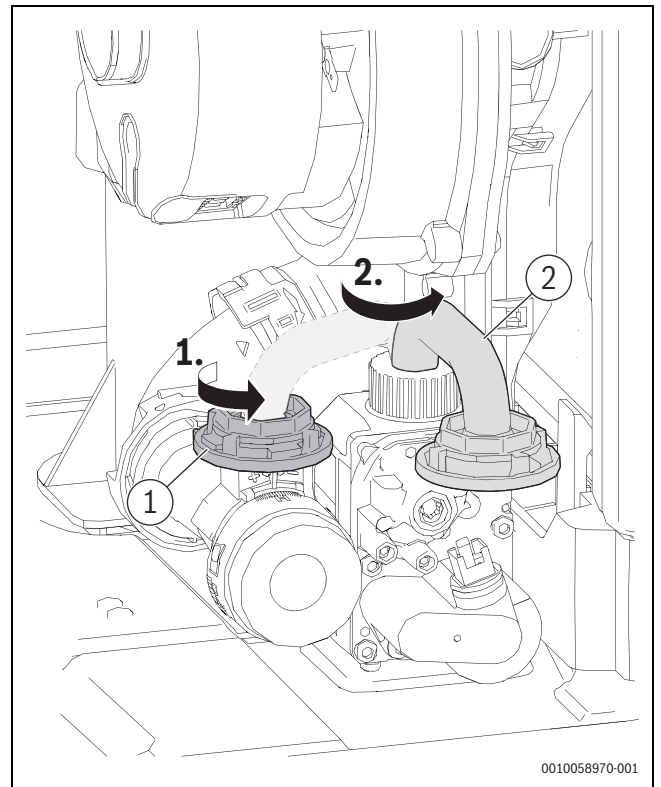

Bild 80 Verriegelung der Einstelldüse öffnen
- ▶ Um das kleine Gasrohr [2] wieder anzuschließen, Gasrohr nach links bewegen und Verriegelung der Einstelldüse [1] schließen (→Bild 80, Seite 61).